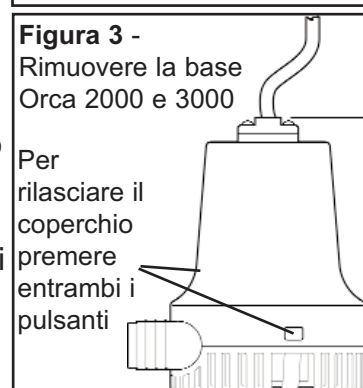

Figura 3 - Rimuovere la base Orca 2000 e 3000
- Rimontare il corpo pompa sulla base. Inserire il corpo nella cuffia base, fino a quando le linguette della base penetrano completamente nei fori sul corpo (vedere figura 3).